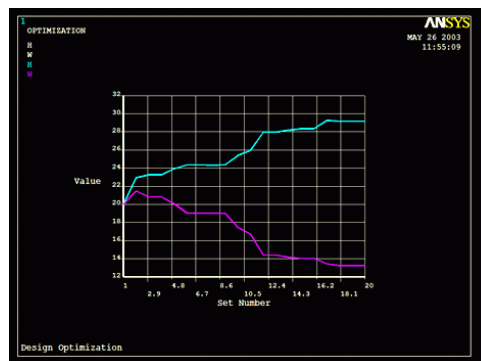

Рисунок 25 – Залежність ширини і висоти балки від кількості ітерацій
- вибрати **Utility Menu > PlotCtrls** (рис. 25).